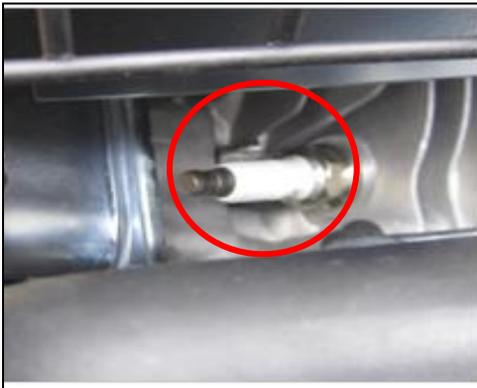

Figure 5: Insérez et enflez manuellement une nouvelle bougie d'allumage. Utilisez la clé à bougie d'allumage pour serrer.
ÉTAPE 6 : Enflez manuellement la bougie d'allumage dans le moteur en tournant dans le sens des aiguilles d'une montre au moins 2 TOURNES COMPLÈTES. Voir la figure 5.